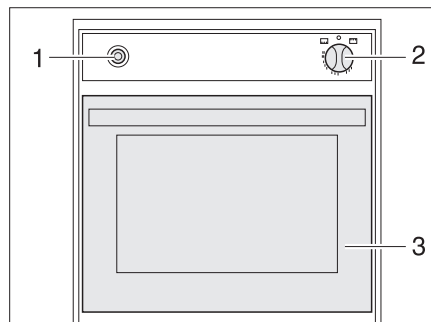

Bild 126 Gasbackofen
- Backofenklappe (Bild 126,3) ganz öffnen.
- Drehregler (Bild 126,2) leicht drücken und auf "🔥" (Backofen) oder "🔥 GRILL" (Grill) stellen.
- Drehregler (Bild 126,2) drücken und 5 bis 10 Sekunden lang gedrückt halten. Es strömt Gas zum Brenner.
- Zündschalter (Bild 126,1) so oft drücken, bis die Flamme brennt.
- Drehregler (Bild 126,2) auf "O" drehen. Die Flamme erlischt.